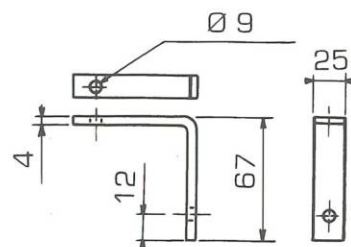
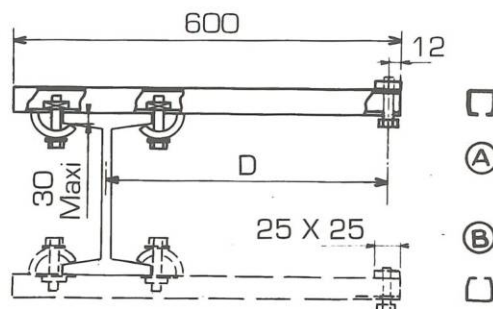

Fig. 1 - Support coudé CP 558
Fig. 2 - Support à brides CP 514
- Sur demande, les pièces de suspension zinguées représentées en Fig. 1 et Fig. 2 sont livrables par VILMA.